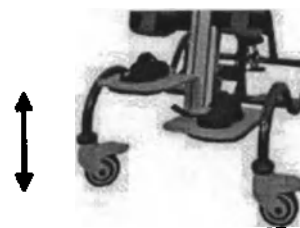

Рис.103
5) Регулировка подножек по высоте (рис.103)